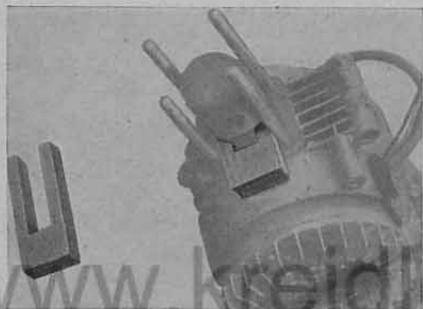

Bild 7: Kolbenholz, Ersatzteil Nr. 09-30.30
1. Kolbenholz zum Feststellen des Kolbens (Bild 7).